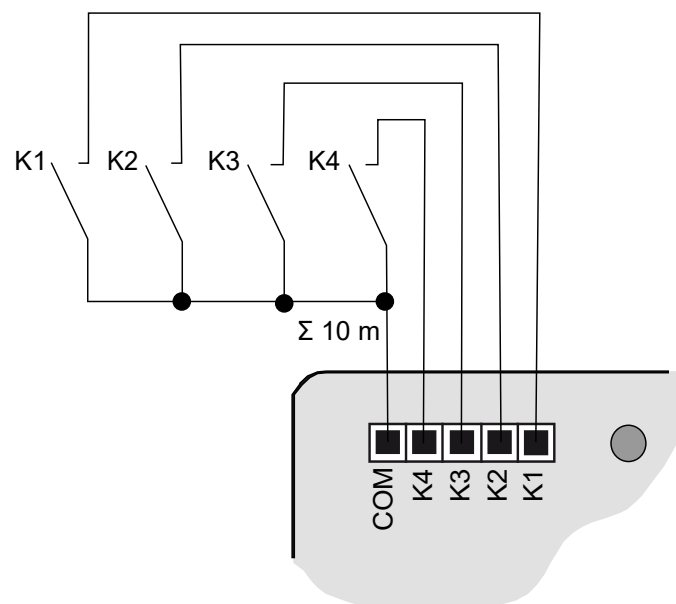

Figura 3: Esempio di collegamento a 4 moduli
- Collegare i pulsanti, gli interruttori o i contatti come mostrato nell'esempio di collegamento utilizzando i cavi di collegamento in dotazione (4) (Vedi figura 3).